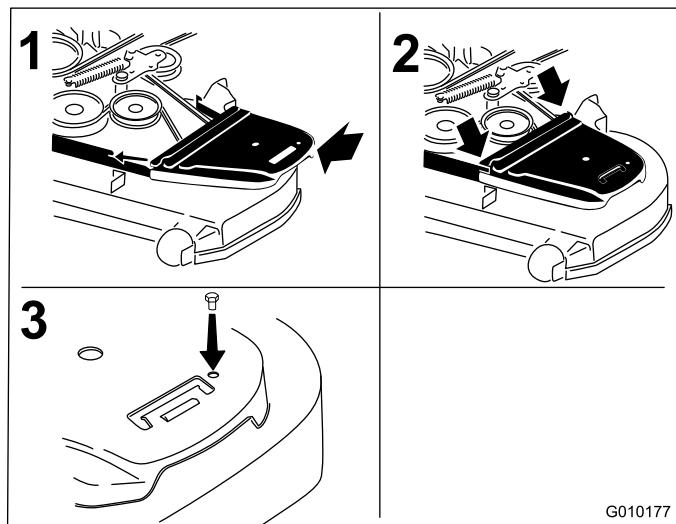

Bild 74
12. Bringen Sie die Riemenabdeckungen wieder an (Bild 74).